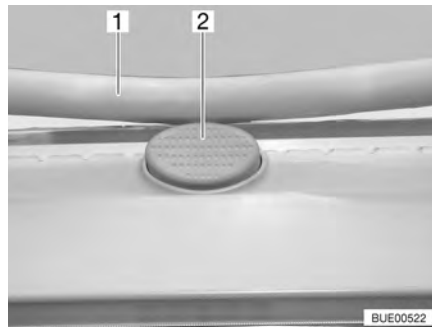

Fig. 73 Bottone di sicurezza sull'oblò Heki
- Premere il bottone di sicurezza (Fig. 73,2) e tirare verso il basso la staffa (Fig. 73,1) con entrambe le mani.
- Premere la staffa verso l'alto con ambedue le mani, finché la staffa non poggia al di sopra del bottone di sicurezza (Fig. 73,2).